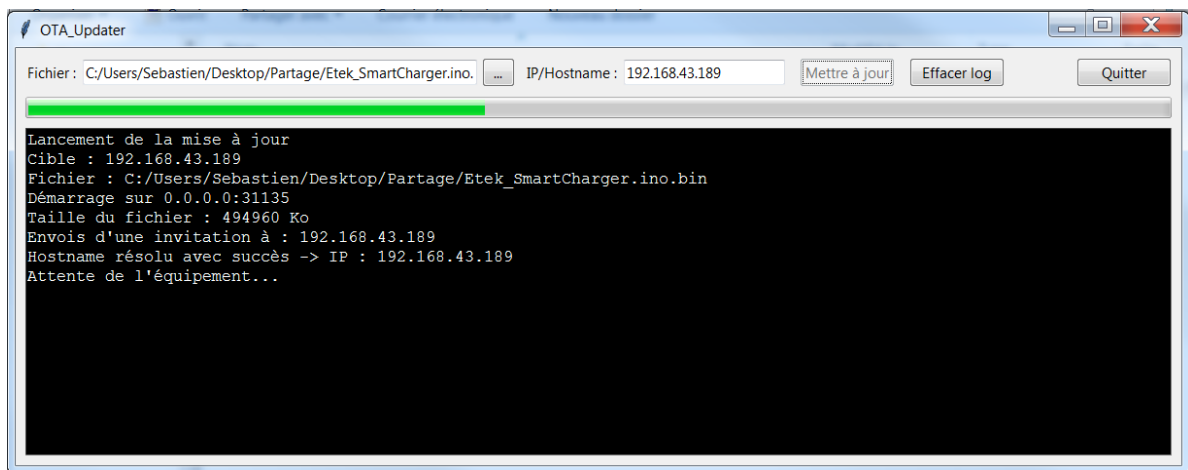

Figure 13 : Mise à jour du **ET3K_SmartCharger_vx.bin** par **OTA_Updater.exe**
5. **Patienter que la mise à jour soit terminée**, puis à partir du logiciel **OTA_Updater.exe** (fig.13):